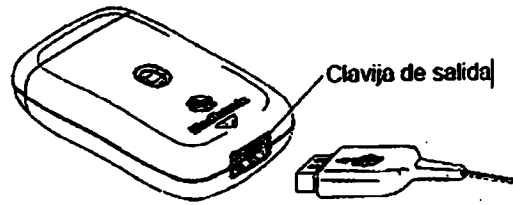

Figura 2. Conecte el cable de conexión al neuroestimulador externo.
4. Presione la clavija del cable de conexión en la clavija de salida del neuroestimulador externo. Haga coincidir las ranuras con resalte de la clavija del cable y de la clavija de salida (Figura 2).